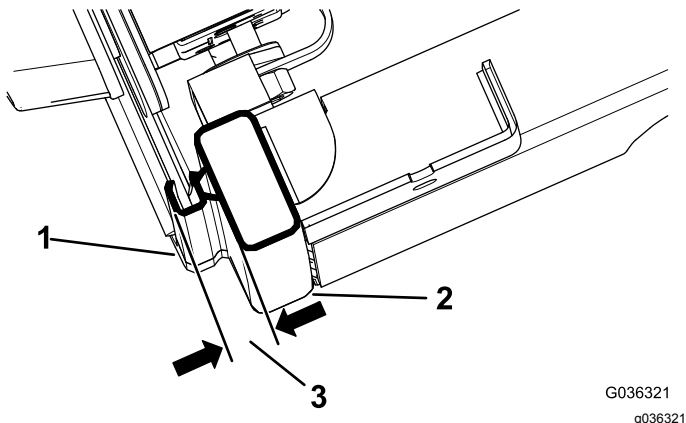

Figure 5
3. Fermez complètement la porte et mesurez la hauteur du joint bulle jusqu'à la surface d'étanchéité du longeron de cabine, et vérifiez que la hauteur est comprise entre 1,9 et 2,2 cm, comme montré à la Figure 5.